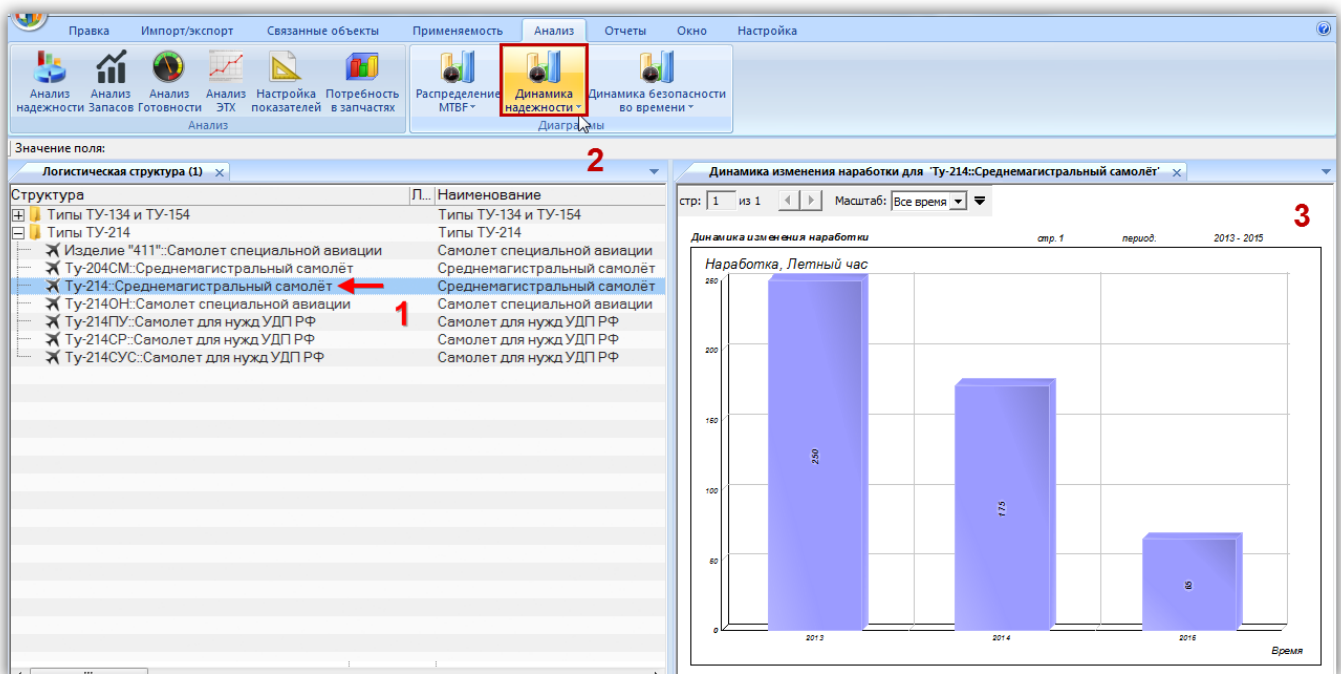

Рис. 13-317 – Построение диаграммы по наработке
- 4) В отдельном рабочем окне отображается диаграмма по надежности (3 на рис. 13-317). Краткое описание инструментов панели «Файл» для диаграмм приведено в пункте 5.4.7 «Панель «Диаграммы»», стр. 62.